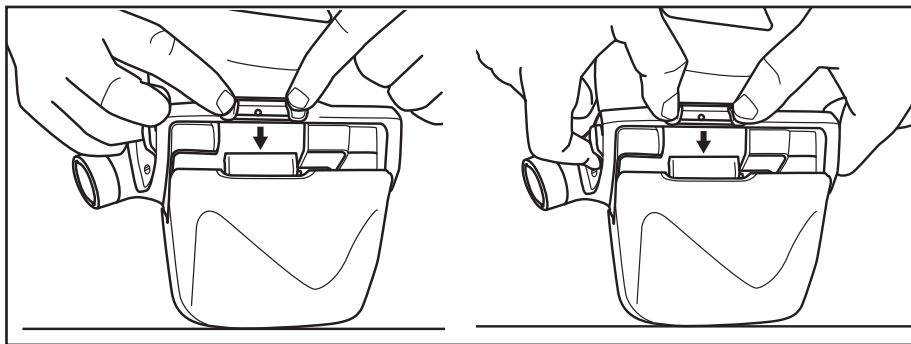

Fig. 6 – Remoção do filtro/cartucho
- Segure a unidade motora para baixo, de modo que a parte de trás (lado do cinto) fique voltada para você e o filtro e a tampa voltada para baixo sobre uma superfície plana (Fig. 6) para ajudar a minimizar o potencial de contaminação do motorizado.
- Pressione a trava amarela do filtro no lado esquerdo (Fig. 6). A trava (fecho) requer dois dedos para encaixar. Puxe o filtro/cartucho para fora e longe do motorizado.